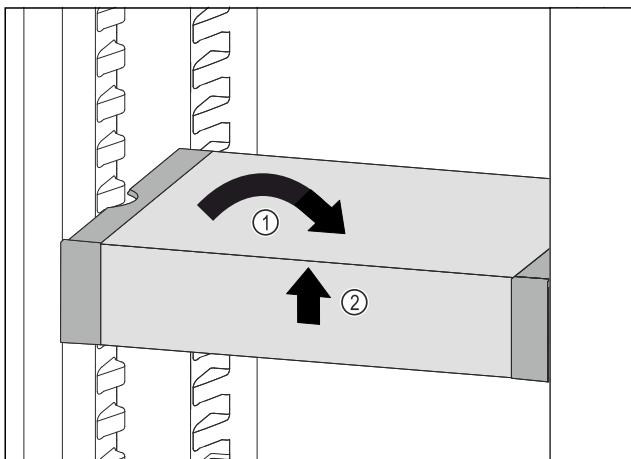

Fig. 76
- Установите VarioSafe прямо. Fig. 76 (1)
- Приподнимите VarioSafe спереди. Fig. 76 (2)